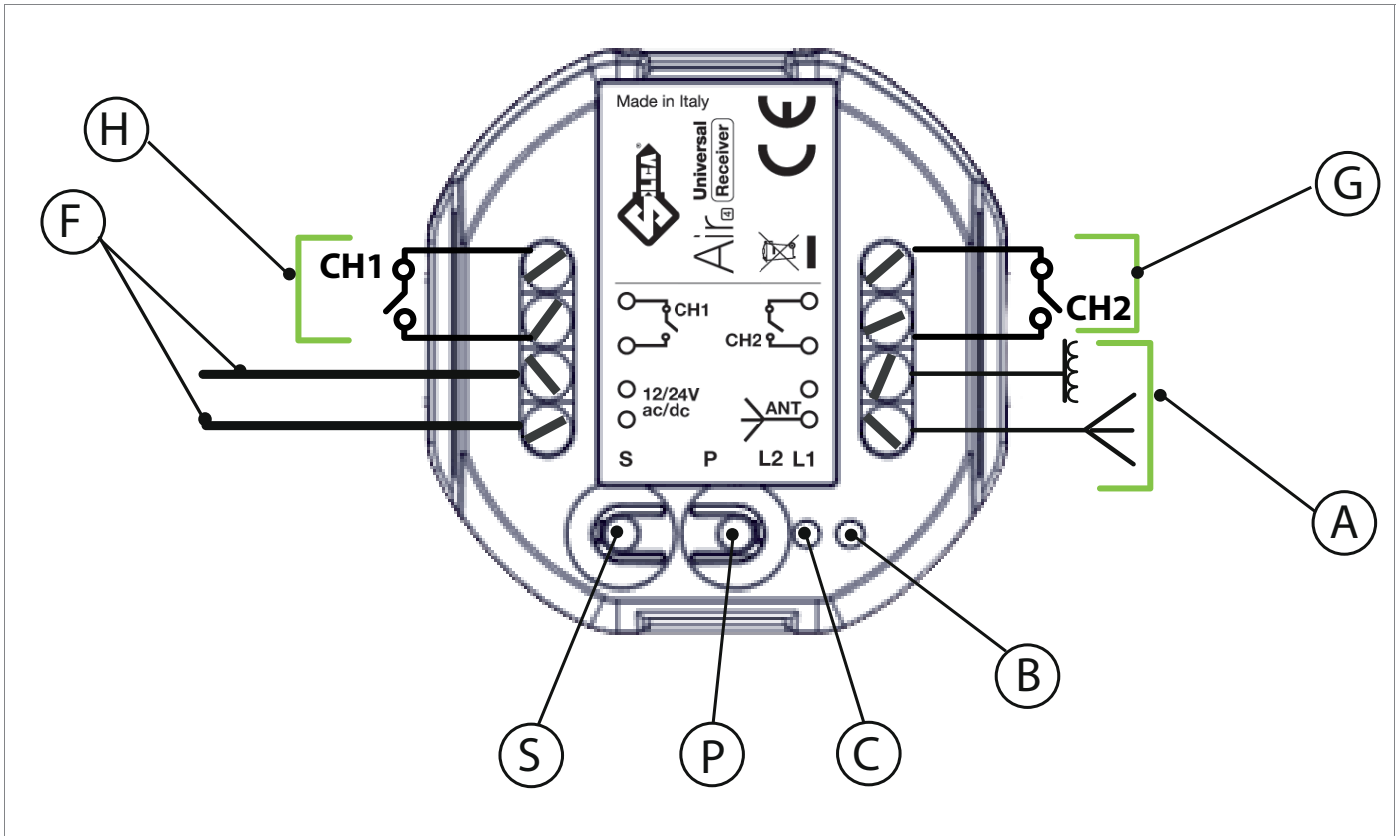

FIG.1
3. Conecte 2 cables adecuados a los terminales de la fuente de alimentación (Fig.1-F) en el Receptor Universal y 2 cables a cualquiera de los terminales del relé 1 o al relé 2 (Fig.1-H; G).